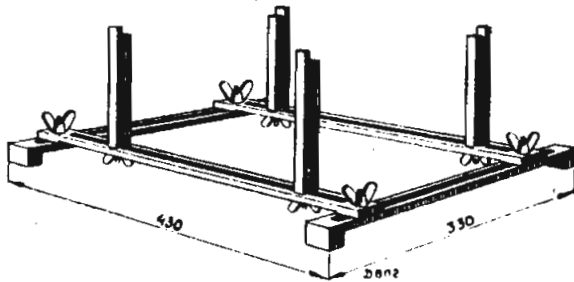

Fig. 1
2. Gebruik bij reparatie een montagebankje, zóó, dat het omgekeerde chassis niet op de speelbussen kan rusten. Bij voorkeur neemt men een universeel montagebankje, zooals afgebeeld in fig. 1 (Codenummer 09.991.000).